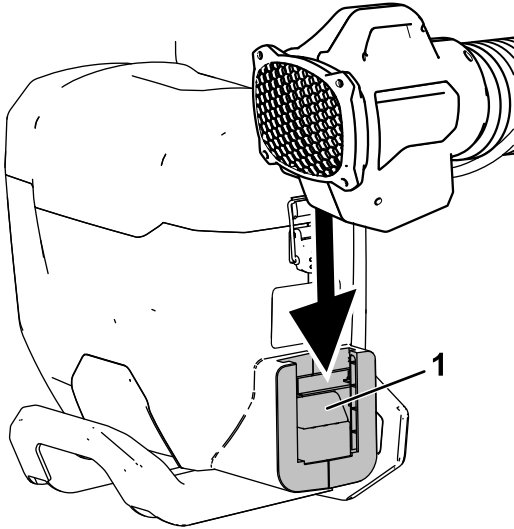

Figure 4
1. Placez le canon souffleur en face de la prise d'alimentation du bloc dorsal (Figure 4).